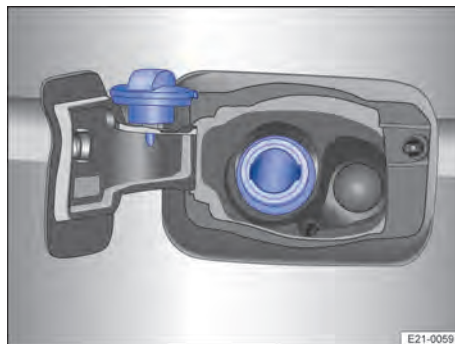

Abb. 179 Hinter der Tankklappe: Tankverschluss (Prinzipdarstellung).
4. Tankverschluss herausdrehen und in die vorgesehene Öffnung an der Tankklappe stecken → Abb. 179.